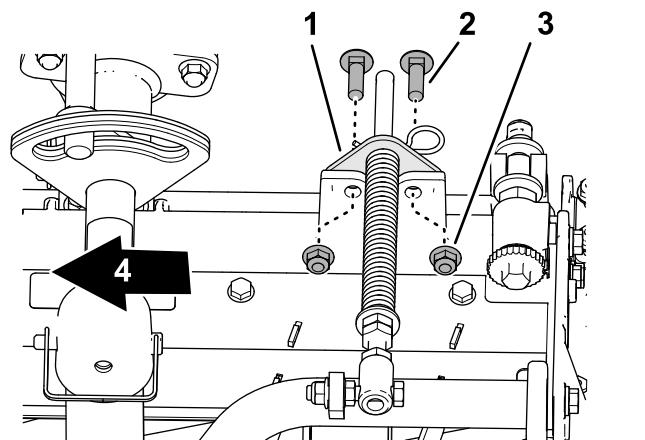

**Figura 19**
4. Montate il bullone senza dado della molla di compensazione per il manto erboso all'aletta destra del telaio portante (Figura 19) con il dado di bloccaggio flangiato ( $\frac{3}{8}$ ").